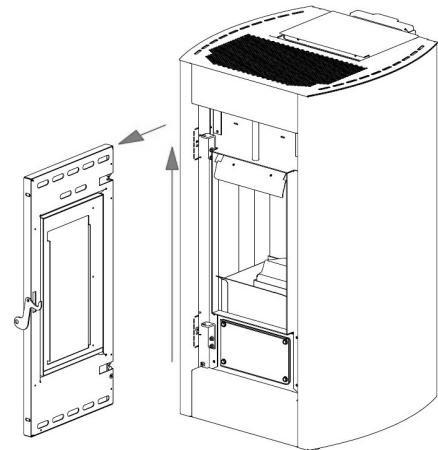

Fig. 32 - Ausbau der Tür
- Hebel mit einem Schraubenzieher in Pfeilrichtung drehen (siehe **Fig. 32**).